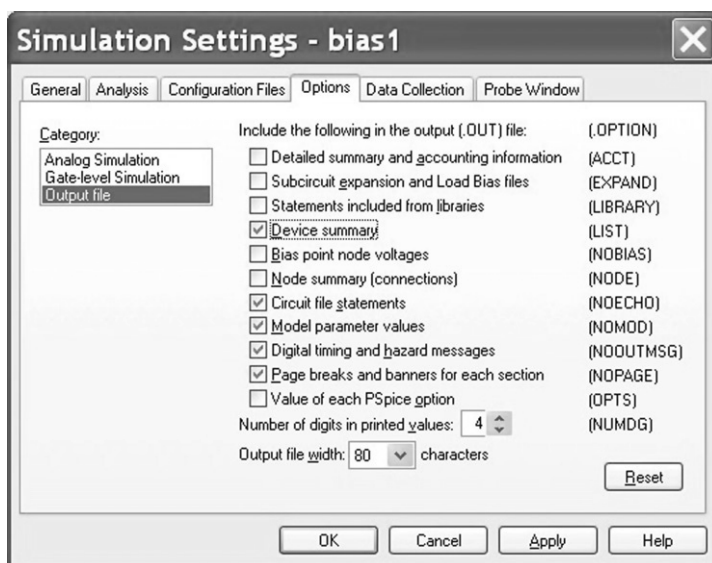

图 2.25 输出文件选项设置
7. 在 **Options** 选项卡中，选择 **Output File** 输出文件并对其进行如下设置：取消 **NOBIAS** 选项，选定 **LIST** 选项（见图 2.25），最后单击 OK 按钮进行确定。